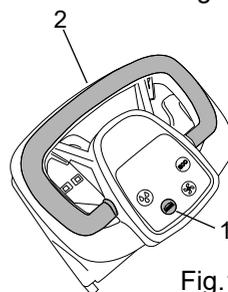

Fig.11
- Drücken Sie den Bürstenschalter (Abb. 11, Pkt. 1).
- Bedienen Sie den Bürstensteuerhebel kurzzeitig (Abb. 11, Pkt. 2): auf diese Weise rastet die Bürste automatisch in die Flanschsnabe ein. Falls dieser Vorgang nicht gelingt, den Griff nochmals drücken, das Ausrichten wiederholen und den Bürstensteuerhebel erneut kurzzeitig betätigen.
- Drücken Sie den Bürstenschalter (Abb. 11, Pkt. 1) für drei Sekunden, die Bürste rastet automatisch von der Maschine aus.